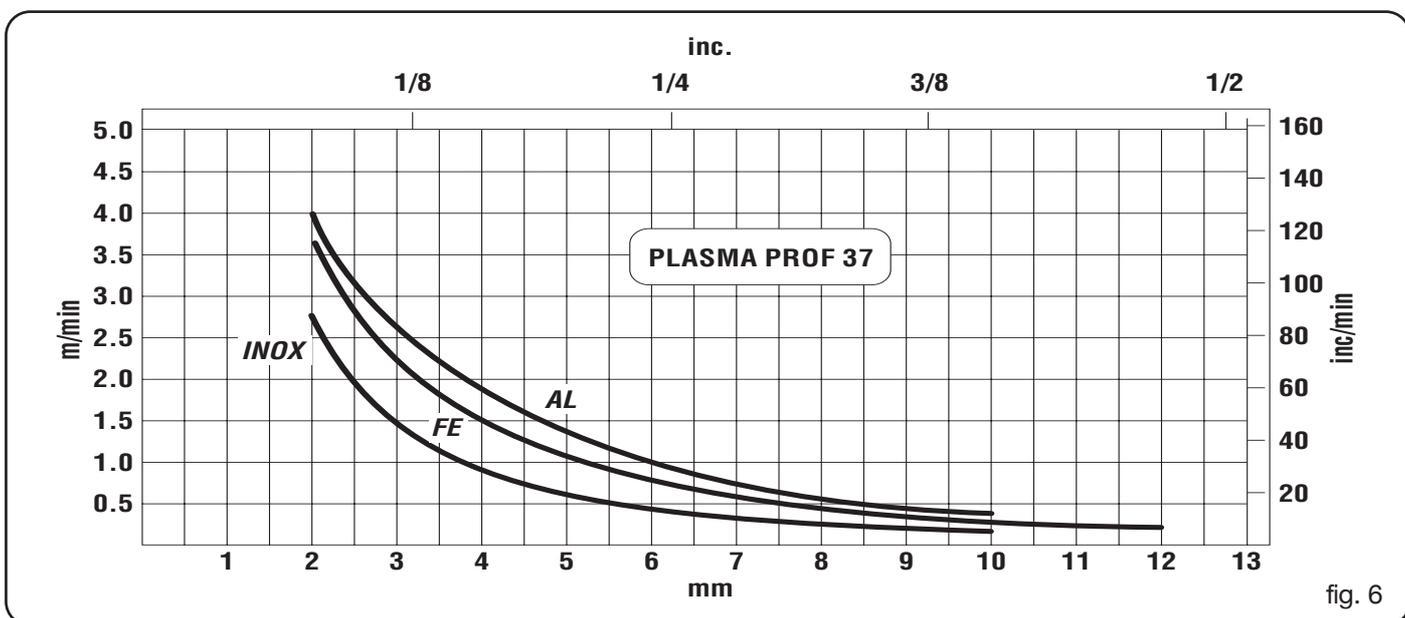

fig. 6
- Spessore eccessivo del pezzo (vedere diagramma velocità di taglio, fig. 6)